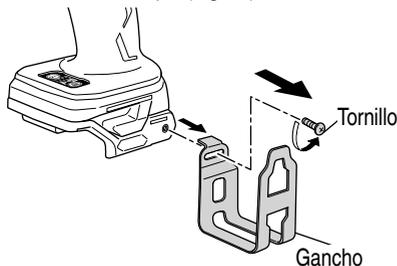

Fig. 16
- (1) Retirada del gancho. Extraiga los tornillos que sujetan el gancho con un destornillador Philips. (Fig. 16)